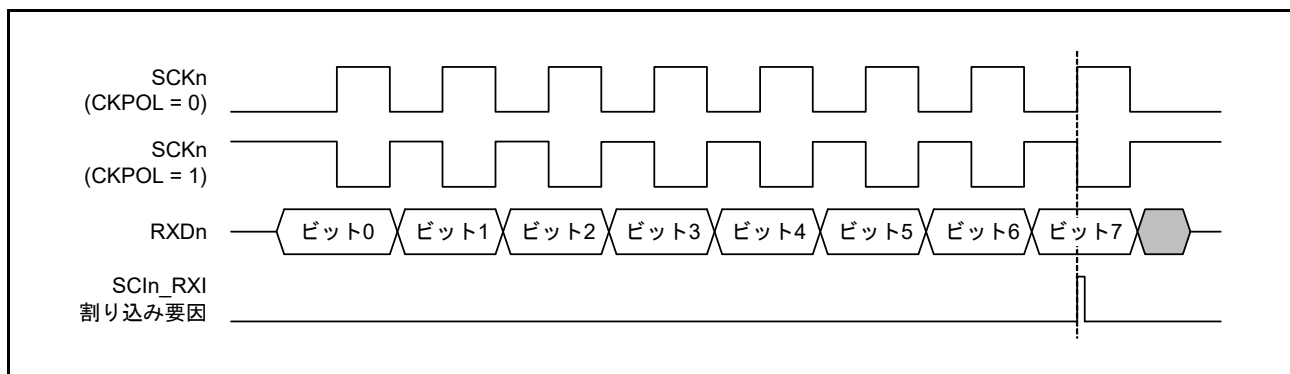

図 27.79 簡易 SPI モードにおける SCIn_RXI 割り込みの発生タイミング (クロック遅れあり)
- 「クロック遅れあり」の設定 (SPMR.CKPH ビット = 1) では、図 27.79 に示すように、SCKn 端子の最終クロックエッジ手前のクロックエッジで受信データフル割り込み (SCIn_RXI) が発生します。このとき、SCR.TE ビットと SCR.RE ビットを SCKn 端子の最終クロックエッジより前に 0 にすると、SCKn 端子出力がハイインピーダンスとなり、送受信クロックの最後のクロックパルス幅が短くなります。また、SCIn_RXI 割り込みの発生によって、SCKn 端子の最終クロックエッジより前に接続先スレーブの SSn 端子入力信号が High になった場合、スレーブが誤動作する可能性があります。